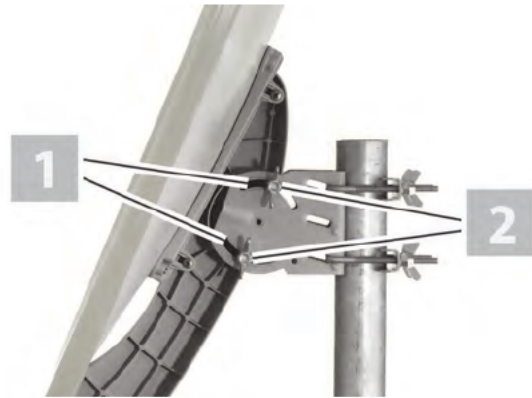

Bild 4: Reflektor ausrichten
1. Lösen Sie mit einem Gabelschlüssel auf beiden Seiten des Tragarms die beiden Feststellschrauben [2] der Neigungsvorrichtung (siehe Bild 4, oben).
2. Stellen Sie nun den für den Empfang optimalen Winkel des Reflektors (Elevation) ein, indem Sie den Tragarm innerhalb der Drehvorrichtung [1] (siehe Bild 4) kippen.
3. Ziehen Sie die beiden Feststellschrauben [2] (siehe Bild 4) auf beiden Seiten fest, sobald Sie den optimalen Winkel eingestellt haben.